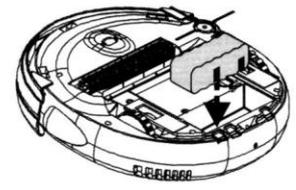

Рис.5
4. Возьмите аккумуляторную батарею и вставьте ее в отсек таким образом, чтобы металлические контактные пластинки батареи совпали с металлическими контактами на задней стенке отсека для установки аккумуляторов (рис.5);